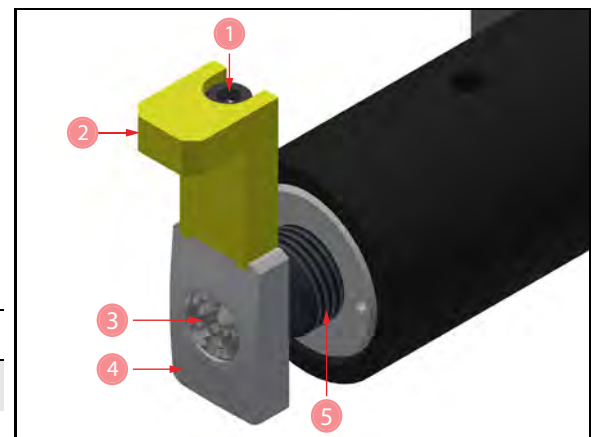
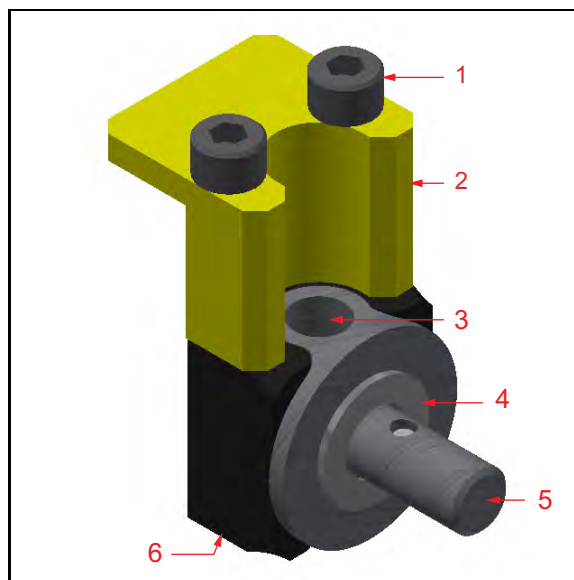

РИСУНОК 3-6. КОМПОНЕНТЫ СТАНДАРТНОГО ПАТРОНА ДЛЯ УСТАНОВКИ НА ВД
РИСУНОК 3-7. ОПЦИОНАЛЬНАЯ РЕГУЛИРУЕМАЯ ВЫРАВНИВАЮЩАЯ ОПОРА (№ ИЗДЕЛИЯ 91589), ПРОДАВАЕМАЯ ДОПОЛНИТЕЛЬНО, ДЛЯ ВНУТРЕННИХ ДИАМЕТРОВ 8–35,8" (203–909 мм)
7. Установите подходящие проставки опор (см. рис. 3-6).
10. Установите стандартный патрон для установки на ВД или опциональную регулируемую выравнивающую опору (см. рис. 3-6 и рис. 3-7).